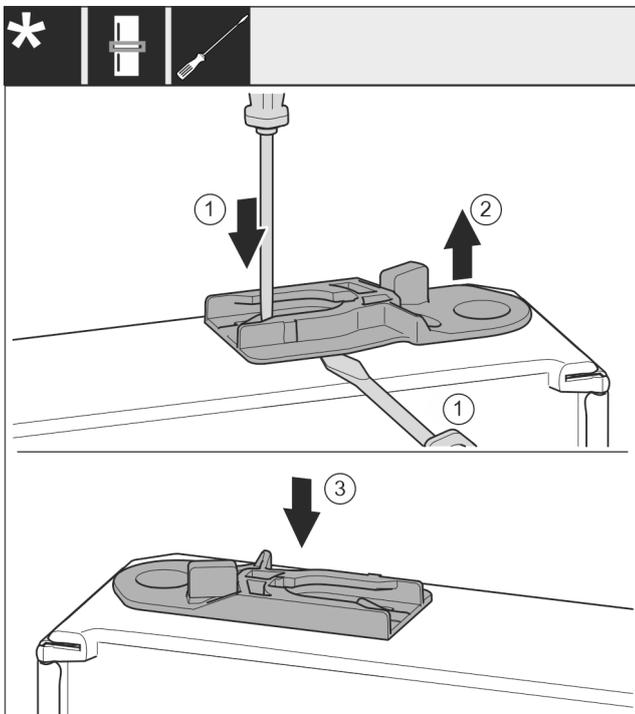

Fig. 39
- ▶ Извлеките направляющее гнездо: прижмите накладку Fig. 39 (1) шлицевой отверткой и одновременно переместите ее шлицевой отверткой под направляющее гнездо Fig. 39 (2).
- ▶ Вставьте входящее в комплект поставки направляющее гнездо Fig. 39 (3) на другой стороне корпуса.